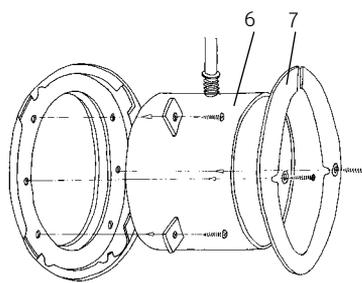
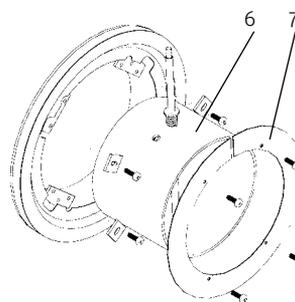

Fig. 20 Montare il manicotto per il tubo di evacuazione fumi, VestoWIN Klassik 170
Fig. 22 Montare il manicotto per il tubo di evacuazione fumi, VestoWIN Klassik 220
- Avvitare il manicotto per il tubo di evacuazione fumi [6], all'interno della camera di riempimento, con 4 viti. Per il manicotto per il tubo di evacuazione fumi non occorre alcun cordoncino di guarnizione. All'occorrenza l'anello di chiusura [7] (accessorio VESTO 009) può essere ordinato e montato in un secondo momento, Fig. 20 e Fig. 22.